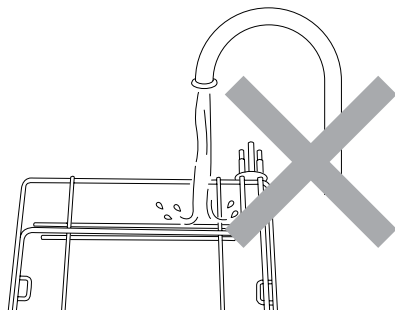

рис. 4
**Ни в коем случае не погружайте съемное сопротивление (P) в воду, при необходимости очистите влажной тканью (см. рис. 4).**